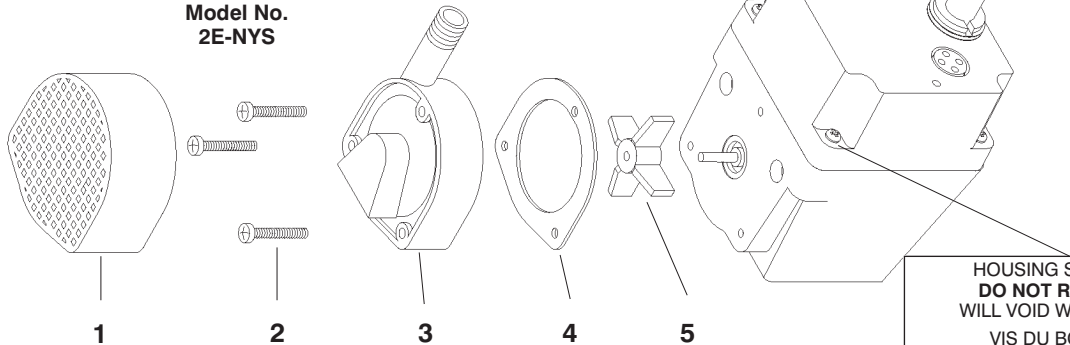

Fig. 2
- Le nettoyage périodique de la pompe augmentera sa DURÉE DE VIE et son EFFICACITÉ. Consultez la savoir comment assembler et démonter la tête de pompage (voir Figure 2 et 3).